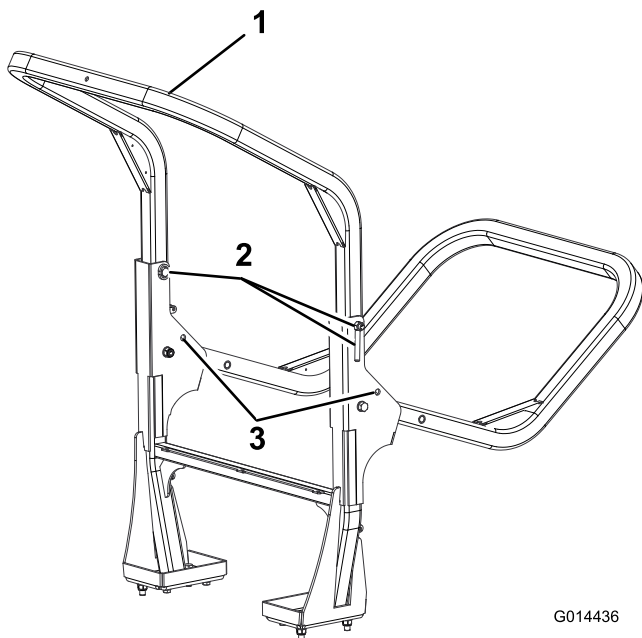

Figura 46
2. Sostenete il peso del telaio superiore mentre rimuovete i dadi ad alette, le rondelle e i bulloni di fissaggio dalle staffe di orientamento (Figura 46).